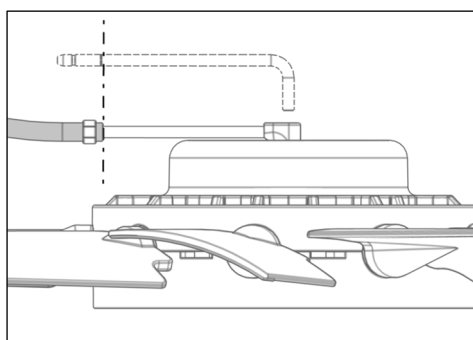

Fig. 18
- 9) Inserire il tubo flessibile pneumatico sul tubo di ingresso aria fino alla tacca (25 mm / 0.984") (Fig. 18).